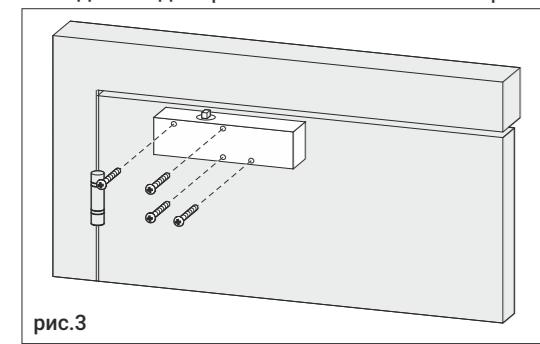

рис.3
- Установите доводчик таким образом, чтобы винты регулировки скоростей "Закрывания" (S) и "Доводки" (L) находились со стороны петель, зафиксируйте обязательно четырьмя винтами M5 (шурупами), рис. 3. Важно - установка на два или три винта (шурупа) не допускается!